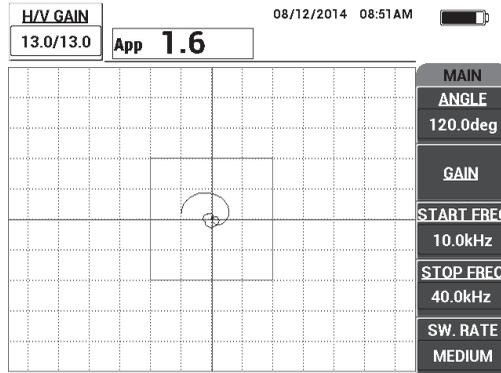

Abbildung 6-19 Mehrfrequenzanzeige zwischen zwei Skalenteilen
- Halten Sie die Sondenspitze auf einen Bereich ohne Defekt auf den Justierkörper und drücken Sie auf die Direktzugriffstaste GAIN (**dB**) und stellen Sie mit dem Drehknopf die Verstärkung so ein bis sich die Mehrfrequenzanzeige zwischen zwei Skalenteilen im Alarmfeld befindet (siehe Abbildung 6-19 auf Seite 148).